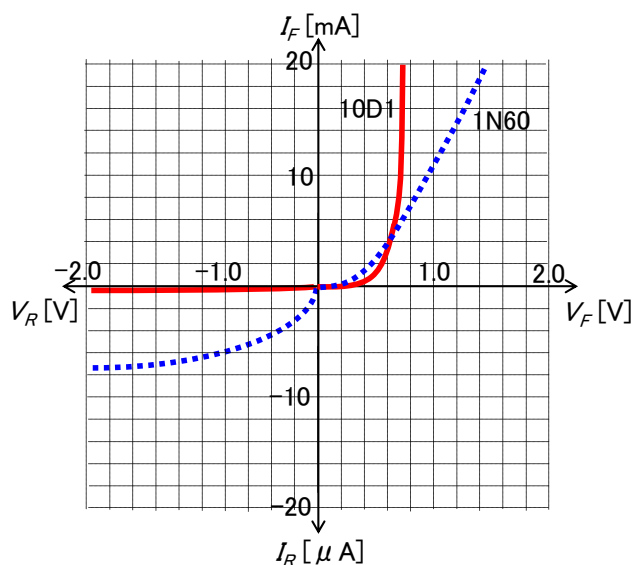

図5. 静特性測定グラフ例
- 定格値が不明のサンプルもあるので、図 5 に示すように **2 V-20 mA 以内の範囲** で抵抗器を調整し、電圧を **0.1V ずつ上昇** させ、電流値を表 3 のように記録する。この際、測定レンジを変更すると電流計と電圧計の内部抵抗が変わり、測定値が不連続になる恐れがあるので、レンジは 3 V- 300 mA に固定して測定する方がよい。
- 以上の結果を一枚のグラフにまとめて書く。順方向と逆方向を一つのグラフに収めるため、図 5 のように順方向-逆方向で電流の単位を変える。